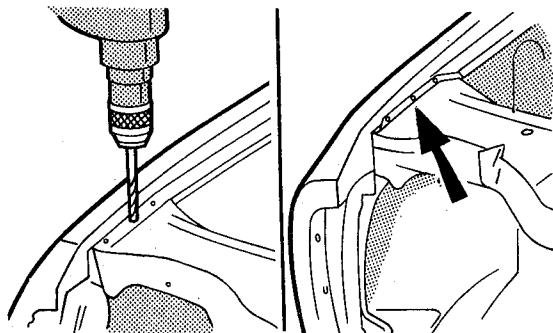

fig. 47
10. Furar os pontos de solda da extremidade dianteira do pára-lama, e dobrar o flange para cima (fig. 47)